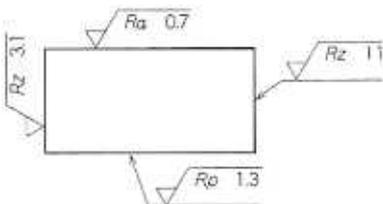

図3 表面性状の要求事項の向き
- F. 図3に示すように図示記号が、図面の下辺または右辺から読めるように記入します。図形の下側または右側に記入する場合は、引出線を用いて記入することになります。理解していますか。